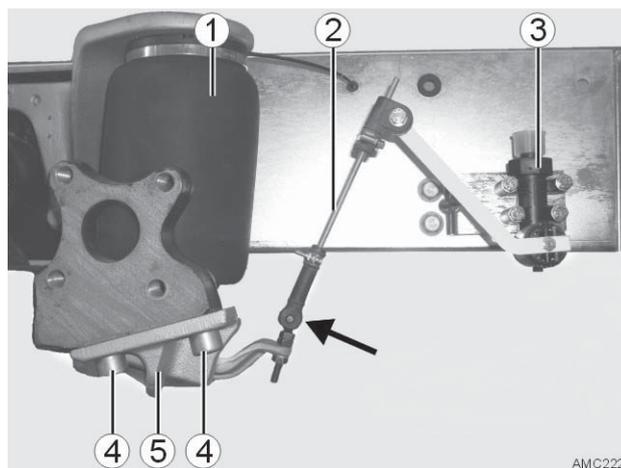

Bild 51
19. Luftfederbalg (Bild 51 - 1) gem. Kapitel 7.2 abbauen.
20. Gestänge (Bild 51 - 2) des Wegsensors Luftfederung (Bild 51 - 3) aushängen (Bild 51 - Pfeil).
21. Zwei Zylinderschrauben M16x1,5x30 (Bild 51 - 4) aus der unteren Federbalgkonsole (Bild 51 - 5) herausschrauben.